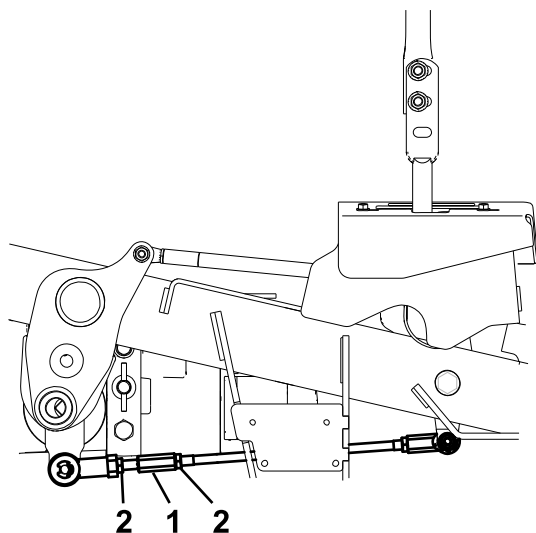

Figura 64
10. Regolate la lunghezza dell'asta di controllo della pompa facendo girare nella direzione opportuna i due dadi sull'asta, finché le ruote si spostano leggermente indietro (**Figura 64**).